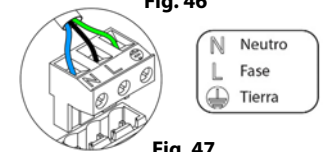

Fig. 47
La conexión de alimentación eléctrica al módulo se realiza mediante una borna de 3 pines ①. Fije los cables con los tornillos de la borna respetando la polaridad de la misma (Fig. 47).